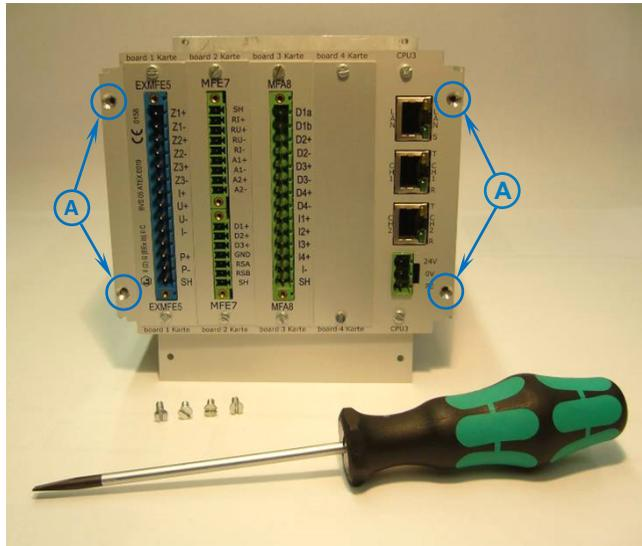

Fig. 5-2: Parte posterior del equipo (ejemplo), con los tornillos quitados
- ▶ Inserte la tarjeta en la ranura de la tapa posterior (lado de la conexión a proceso, conector azul para tarjetas Ex, conector verde el resto, ⇒ Fig. 5-2).
- ▶ Cerrar el equipo mediante los 4 tornillos (Posición A en Fig. 5-2).